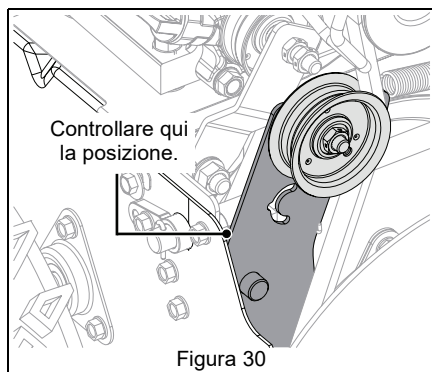

Figura 30
5. Con la frizione di trazione disinnestata, assicurarsi che il braccio del tendicinghia della fresa tocchi il telaio. Vedere Figura 30.